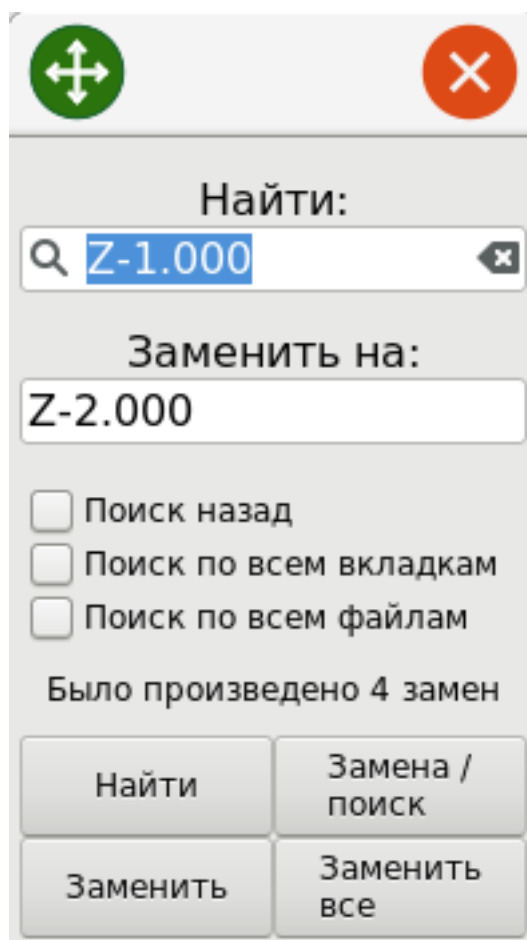

Рис. 1.2.5: Окно поиска и замены текста
- Расширенный поиск и замена найденного текста (рисунок 1.2.5).